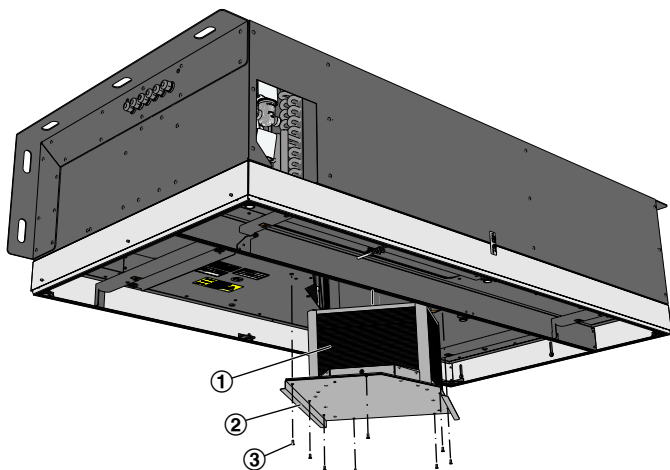

Abb. 25: Wärmerückgewinner reinigen
3. ▶ Schrauben (Abb. 25/3) am Revisionsdeckel (Abb. 25/2) des Wärmeübertragers (Abb. 25/1) lösen und den Wärmeübertrager mit Revisionsdeckel nach unten aus dem Gerät herausziehen.
Wärmerückgewinner (Abb. 25/3) mit warmem Wasser (max. 40 °C) ausspülen (z. B. mit einem handelsüblichen Duschkopf).